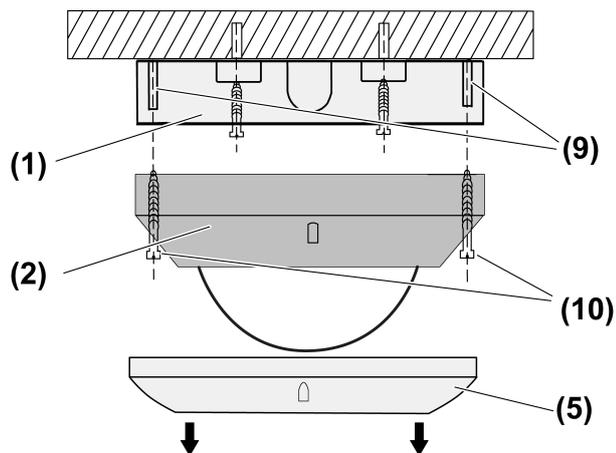
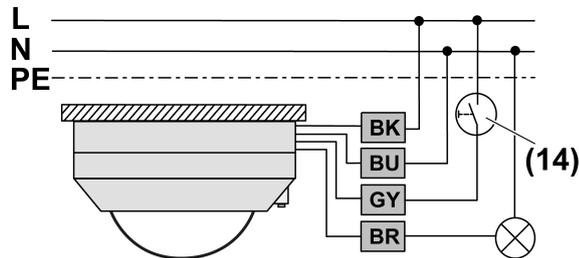
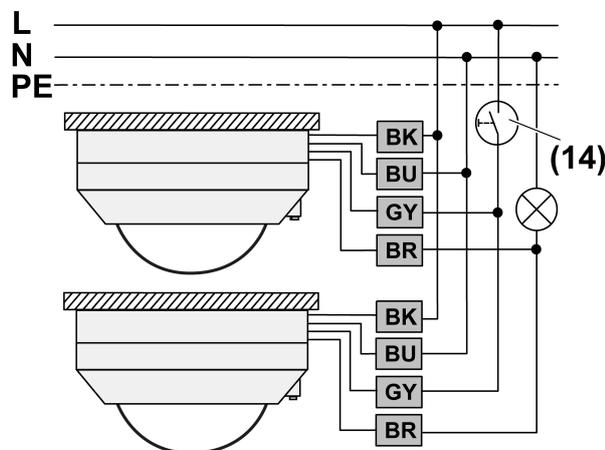

Bild 7: Montage
Bild 9: Anschlussplan Einzelgerät
Bild 10: Anschlussplan Parallelschaltung zur Erweiterung des Erfassungsfeldes
- (1) Anschlusskasten
- (2) Sensoraufsatz
- (5) Zierring
- (9) Befestigungsdome
- (10) Schrauben
- Zierring (5) abziehen (Bild 7).
- Schrauben (10) lösen (Bild 7).
- Sensoraufsatz nach Anschlussplan anschließen (Bild 9) oder Sensoraufsätze nach Schaltplan parallel schalten (Bild 10).
- Optional Installationstaster (14) anschließen (Bild 9) oder (Bild 10). Dieser wird nur benötigt, wenn auch eine manuelle Bedienung gewünscht ist.
- i** Bei Einzelgeräten kann alternativ zum Installationstaster (14) auch eine Nebenstelle 2-Draht verwendet werden.
- Sensoraufsatz (2) mit Schrauben (10) und Befestigungsdome (9) auf Anschlusskasten (1) schrauben (Bild 7).